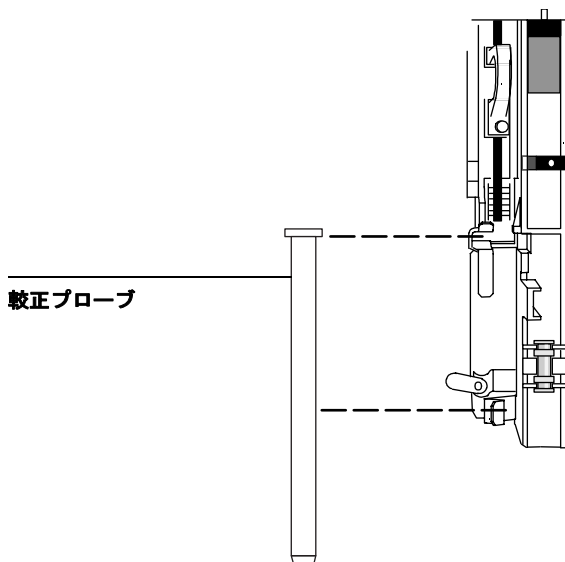

図63 較正プローブを取り付ける
- 9 インジェクタが停止し、4つのインジェクターライトがすべて点滅するときには、シリンジキャリアに較正プローブを取り付けます。プローブを取り付ける方法は、シリンジの場合と同様です(図63)。